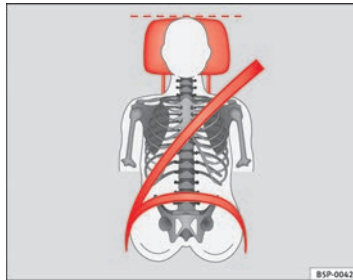

Abb. 12 Richtiger Gurtbandverlauf und richtige Kopfstützeinstellung von vorne betrachtet
- Der Schultergurt muss ungefähr über die Schultermitte verlaufen. Der Sicherheitsgurt muss flach und fest am Oberkörper anliegen ⇒ Abb. 12.